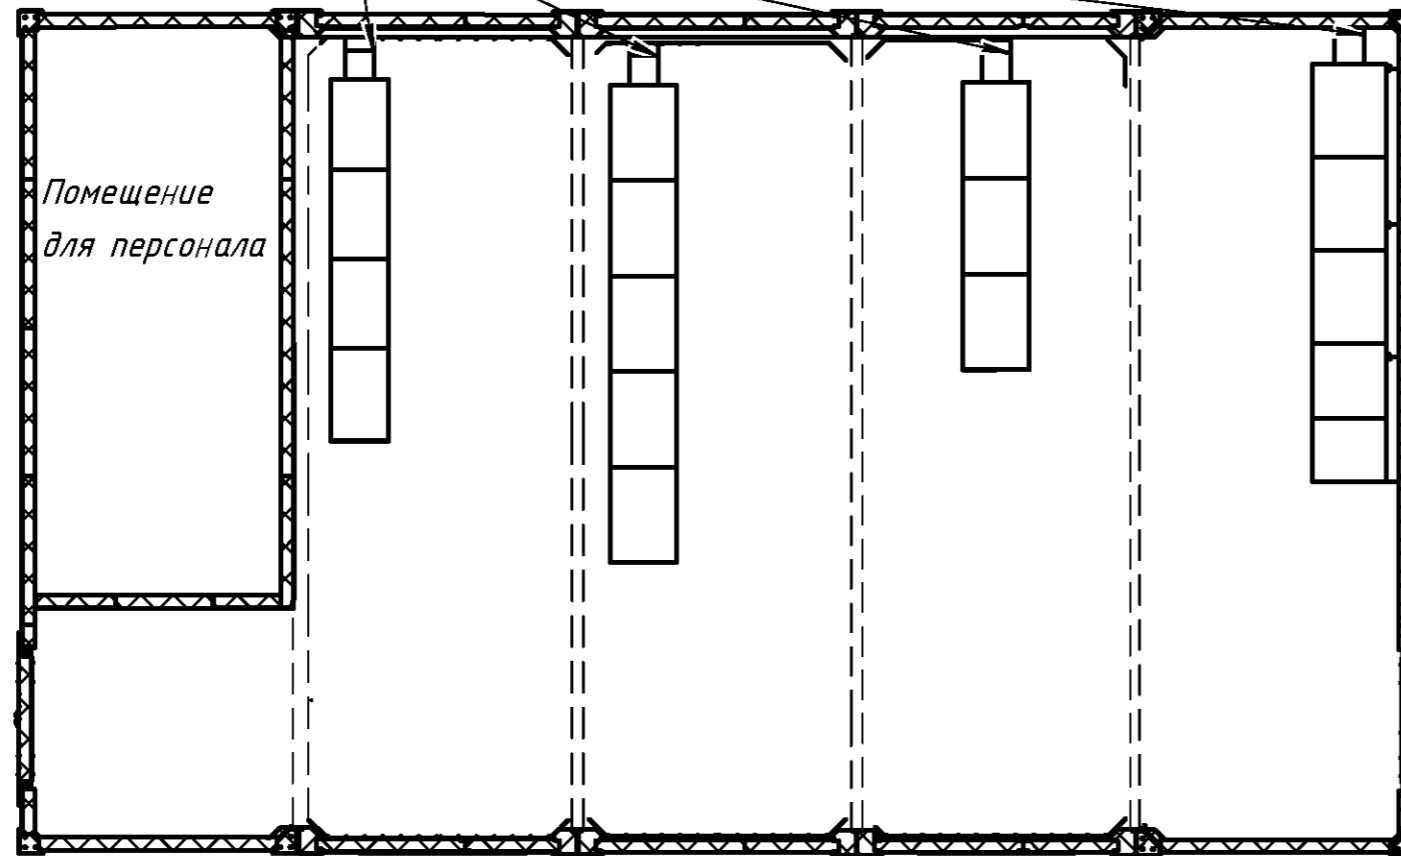

Рис.1. Габаритные размеры ОПУ.
4.1. Габаритные и установочные размеры модификаций ОПУ (взятых за базовые) приведены на рис.1. Количество блоков ОПУ зависит от устанавливаемого оборудования. Возможно применение блоков других габаритов по отдельному заказу.
4.4. Контрольные кабели вводятся в ОПУ снизу через отверстия в дне блока рис. 1.